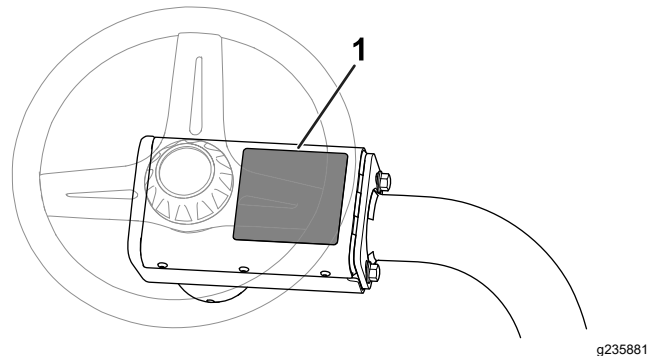

Figure 6
- **Autocollant de sécurité CE** : apposez l'autocollant de sécurité CE (réf. 139-8321) par dessus l'autocollant de sécurité existant (réf. 139-8320) situé sur le couvercle du volant; voir Figure 6.